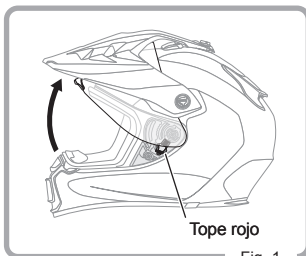

Fig. 1
1. Abra completamente la visera (Fig. 1).